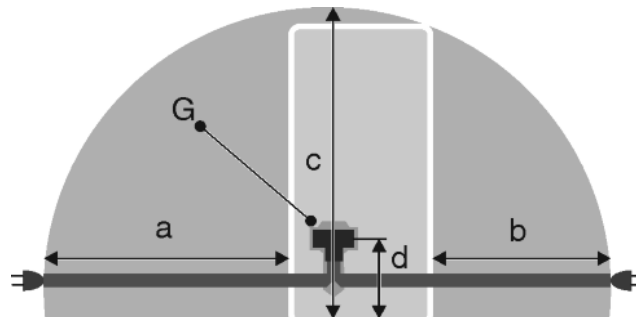

Fig. 22
- Zásuvka leží mimo oblast zadní stěny spotřebiče v dané oblasti Fig. 22 (a, b, c).
- ▶ Zástrčku spotřebiče Fig. 22 (G) zastrčte na zadní straně spotřebiče. Dávejte pozor na správné zaklesnutí.